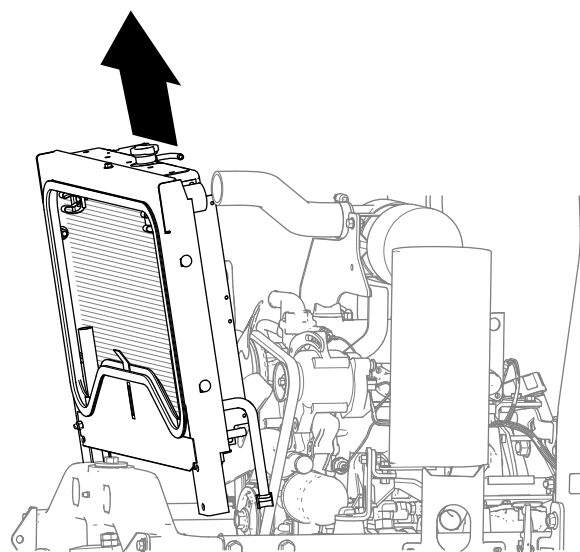

Рисунок 21
3. Поднимите радиатор и снимите его с машины (Рисунок 21).